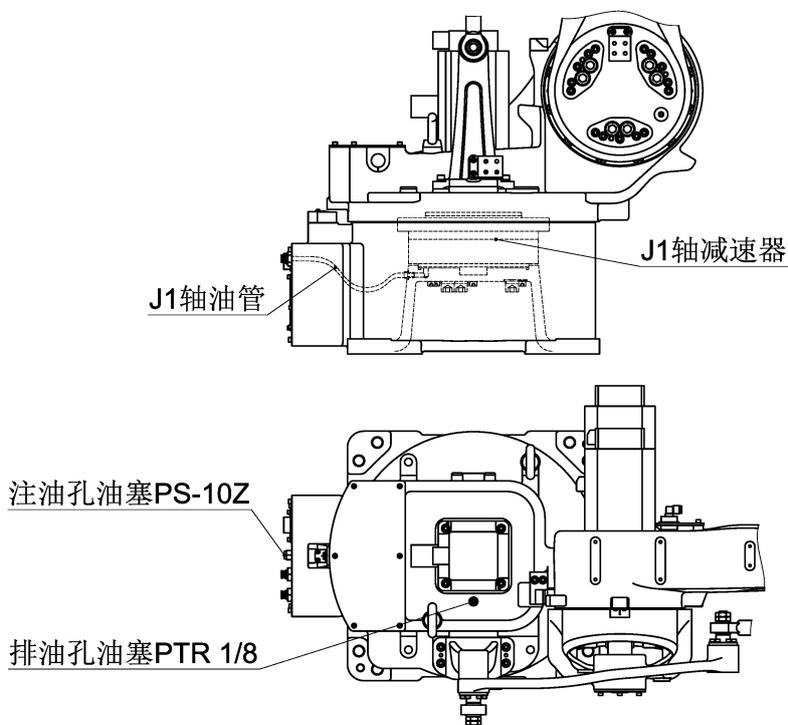

图 16 J1 轴局部结构
**(1) 油脂补充步骤（参考图 16）**
- ③ 安装排油孔堵塞前，低速运转 J1 轴几分钟，使多余的油脂从排油孔排出；
- ④ 用布擦净从排油孔排出的多余的油脂，在排油孔安装堵塞。油塞的螺纹处应缠生胶带并用扳手拧紧。
**(2) 油脂更换步骤（参考图 16）**